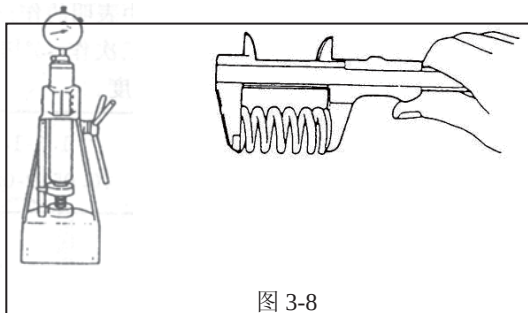

图 3-8
10、如（图 3-8）所示，检查气门弹簧是否完好，有无损坏或弹力减弱。弹力减弱的气门弹簧可能引起振颤，而且会导致气门回复后密封不严，产生漏气，以致发动机输出功率降低。